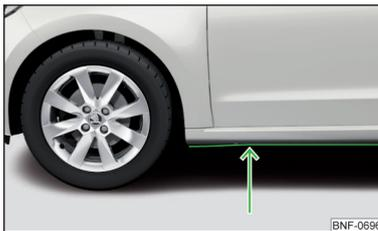

Abb. 94
- Daher vor einer Wasserdurchfahrt die Wassertiefe feststellen. Der Wasserstand darf maximal an die Unterseite des Unterholms reichen » Abb. 94.